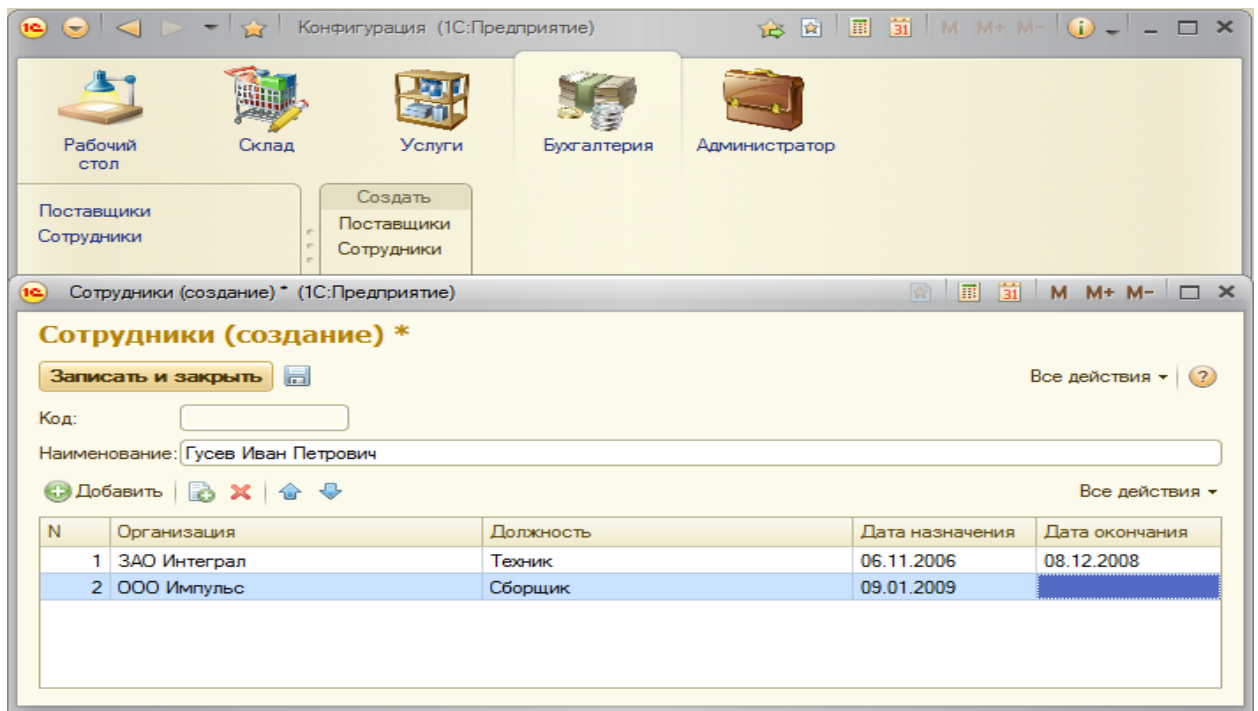

Рис. 26
- откройте подсистему «Бухгалтерия» выполните команду Сотрудники — Создать (рис.26);